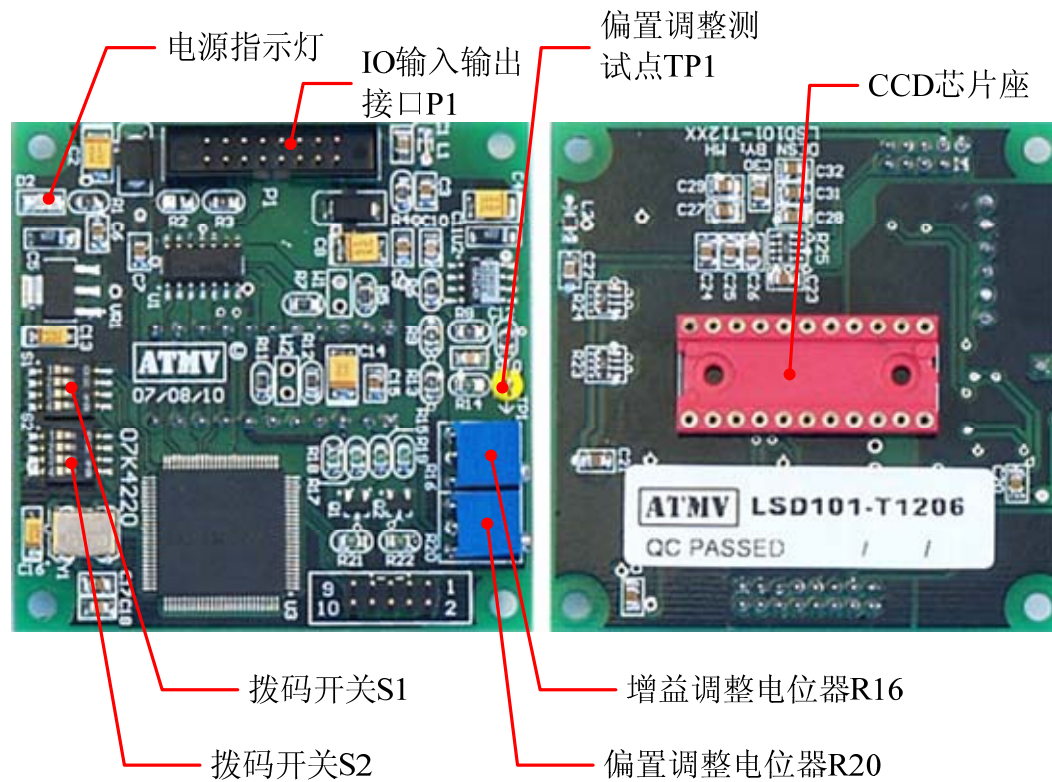

图 1 LSD101-T1200/T1206/T1208/T1251 实物标注图
驱动板上包含了唯一的用于输入输出的连接器端口 P1 用于驱动板与后继系统的连接（见图 1），该连接器采用了 2.0mm 间距的 16 芯立式小型标准双排连接器（型号 DC3-16P），驱动板供货时包含了一根长约 20cm 排线的连接器插头与此连接器连接。
驱动板上安装了两个 4bit 拨码开关 S1 和 S2（见图 1）用于设置同步模式、驱动频率、积分步长及积分时间，功能描述见表 3。
- 进行功能测试时，用户只需将驱动板 P1 的 VCC 和 VRDV 电源和任意一个 GND 按照表 1 要求同供电电源连接后即可使用。上电后驱动板电源指示灯（见图 1）应点亮，同时 LEN、PCLK 和 AVO 应已有输出。
- 使用示波器测试 AVO 输出信号或测试点（见图 1）的信号时，建议以 LEN 或者 PCLK 信号作为同步。